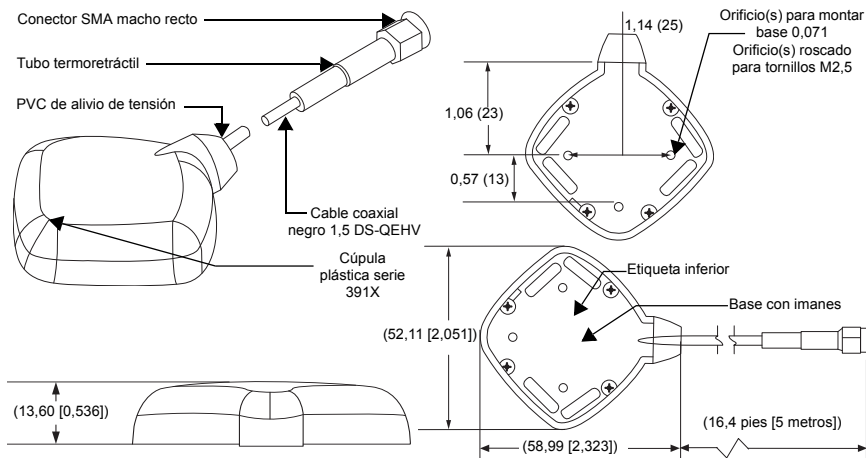

Figura 1
3. Para fijar la antena con mayor firmeza a la superficie del vehículo, siga el patrón que se muestra en la Figura 1 y haga orificios. Para garantizar un sellado hermético a largo plazo, se recomienda aplicar una capa de sellante de silicona alrededor de todos los orificios.